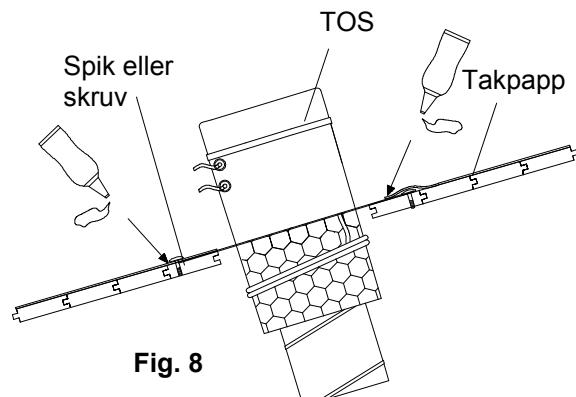

Fig. 8
2. Taköverbeslagets plåt placeras under takpapp i överkant och på sidorna samt ovanpå takpapp i nederkant. Fig 8.